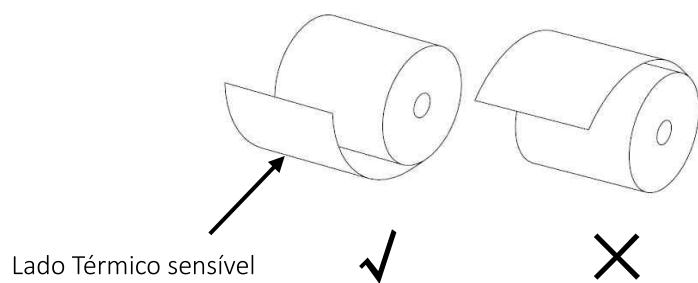

Figura 6
4. Certifique-se da correta posição da bobina de papel, conforme a figura 6;